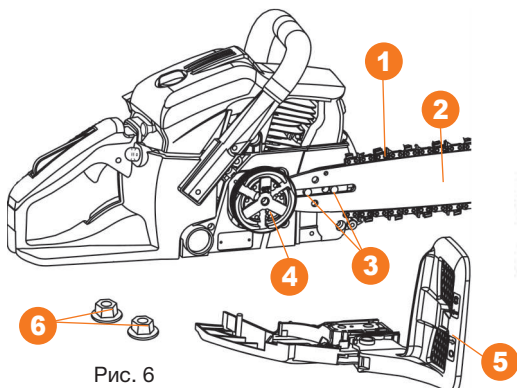

Рис. 6
3. Смажьте ведомую звездочку шины несколькими каплями масла через специальное отверстие и установите шину на направляющие шпильки **3** переместите шину максимально близко к ведущей звездочке **4**. Сориентируйте направление зубьев цепи **1** по стрелке на корпусе шины и наденьте ее на ведущую звездочку, уложите цепь в пазы шины **2**. Установите боковую крышку **5** и слегка прижмите её гайками **6**. Обратите внимание, при установке боковой крышки на совпадение штока натяжения цепи в крышке и отверстия в шине (Рис. 6).